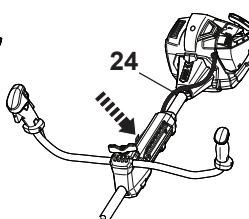

Fig. 3
- > Fixez le câble de commande [24] sur le support de suspension (Fig. 3).